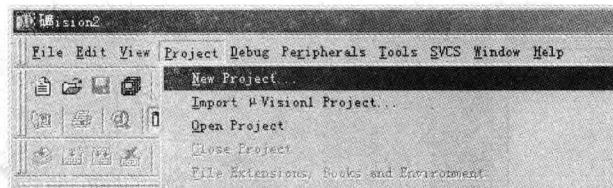

图 2-3 【New Project】菜单
(1)建立一个新工程,单击“Project”菜单,在弹出的下拉菜单中选中“New Project”选项,如图 2-3 所示。